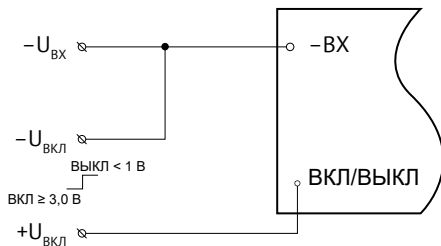

Рис. 3. Управление логическим напряжением.
**Первый способ:** подачей управляющего сигнала на вывод «ВКЛ/ВЫКЛ» относительно «-ВХ» [Рис. 3]. Если напряжение на выводе «ВКЛ/ВЫКЛ» менее 1,0 В, то модуль перейдет в выключенное состояние. Если напряжение на данном выводе 3,0 В или более, то модуль перейдет во включенное состояние.